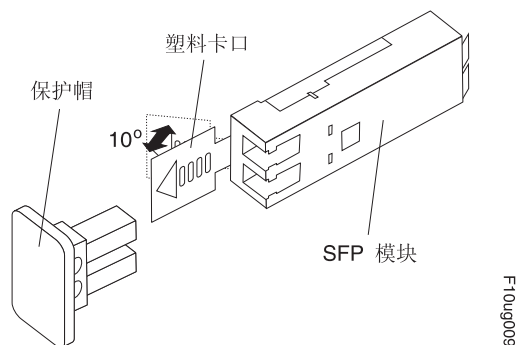

图 121. 松开塑料类 SFP 模块滑锁
- 对包含塑料卡片的 SFP 模块，如图 121 中所示，通过把塑料卡片向外拔出 10° 来松开 SFP 模块滑锁。